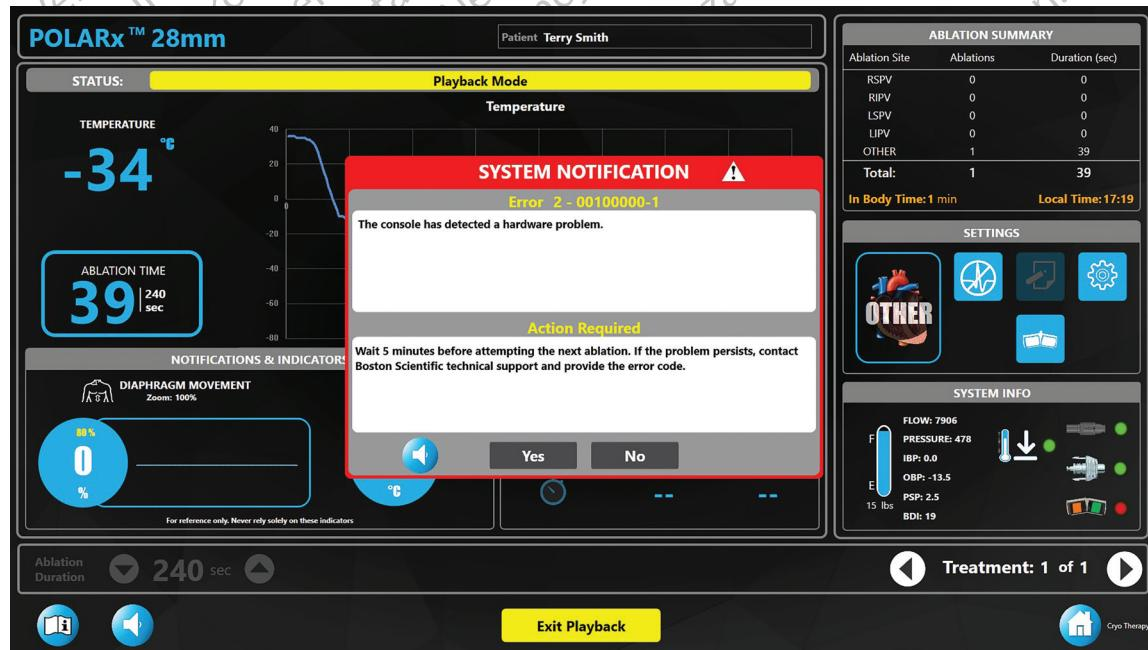

Figure 19. Messages d'erreur système
**Remarque :** Si une panne ou erreur est détectée, un message système s'affiche avec des informations détaillées sur le problème (voir Figure 19).